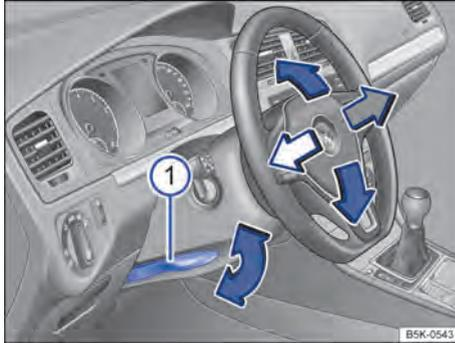

Fig. 50 Ajustar a posição do volante mecanicamente.
- Virar a alavanca ⇒ Fig. 50 ① para baixo.
- Virar a alavanca sempre com firmeza para cima ⇒ Fig. 50 ① após o ajuste, para que o volante não mude de posição involuntariamente durante a condução.